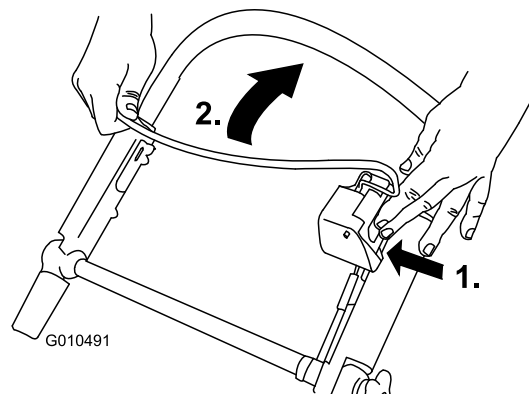

Figure 22
1. Appuyez sur le bouton de commande de la lame et serrez la barre de commande contre le guidon (Figure 22).